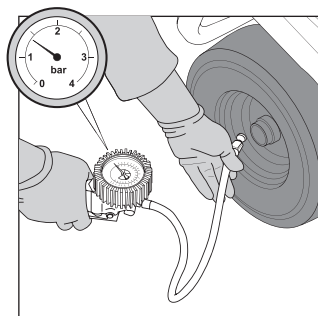

Рис. 18
- Произведите накачку шин, установите давление 1,4 бар. Соответствующее давление в шинах позволяет райдеру бережно перемещаться по газону (Рис. 18).